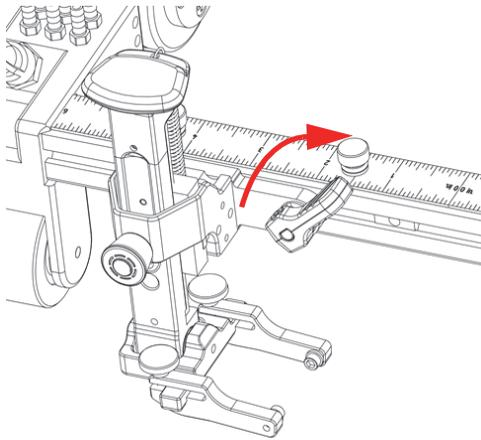

Figura 2-16 Leva di posizionamento bloccata
3. Ruotare la leva di posizione in senso orario per bloccare il supporto della sonda in posizione (Figura 2-16 a pagina 47).